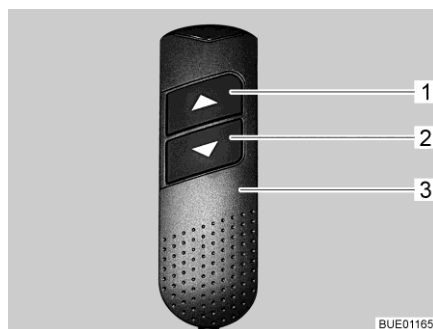

Fig. 100 Unité de commande (lit escamotable)
- Sur la commande (Fig. 100,3), appuyer en même temps sur les deux touches fléchées (Fig. 100,1 et 2) et les maintenir pressées jusqu'à ce que le lit escamotable soit entièrement en bas. Un bip sonore de confirmation est audible une fois que les touches ont été relâchées.
- Sur la commande (Fig. 100,3), appuyer sur la touche fléchée inférieure (Fig. 100,2) et la maintenir pressée jusqu'à ce que le lit escamotable soit descendu en position finale.
- Sur la commande (Fig. 100,3), appuyer sur la touche fléchée supérieure (Fig. 100,1) et la maintenir pressée jusqu'à ce que le lit escamotable soit monté en position finale.
- Déplacer brièvement le lit escamotable avec les touches fléchées (Fig. 100,1 ou 2) dans le sens inverse.